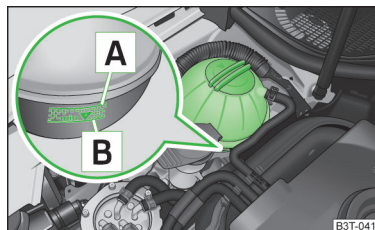

Abb. 129
Zum Nachfüllen nur das Frostschutzmittel verwenden, dessen Bezeichnung auf dem Kühlmittelausgleichsbehälter aufgeführt ist » Abb. 129 auf Seite 150.
- Das Kühlmittel nicht über die Markierung **A** auffüllen » Abb. 129 auf Seite 150.
Der Kühlmittelausgleichsbehälter befindet sich im Motorraum » Abb. 129.
Bildbeschreibung » Abb. 129
- Den Kühlmittelstand am Kühlmittelausgleichsbehälter prüfen » Abb. 129.
Bei betriebswarmem Motor kann das Prüfergebnis ungenau ausfallen. Der Stand kann auch über der Markierung **A** » Abb. 129 liegen.